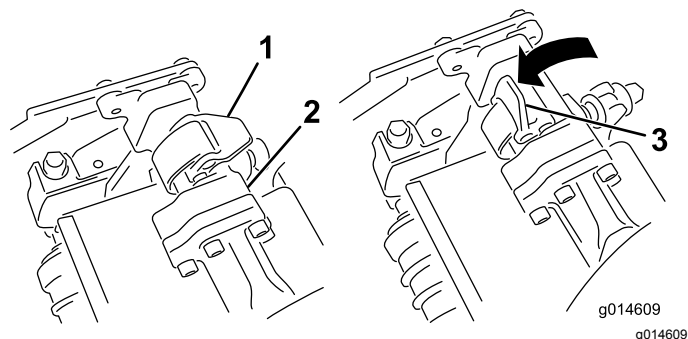
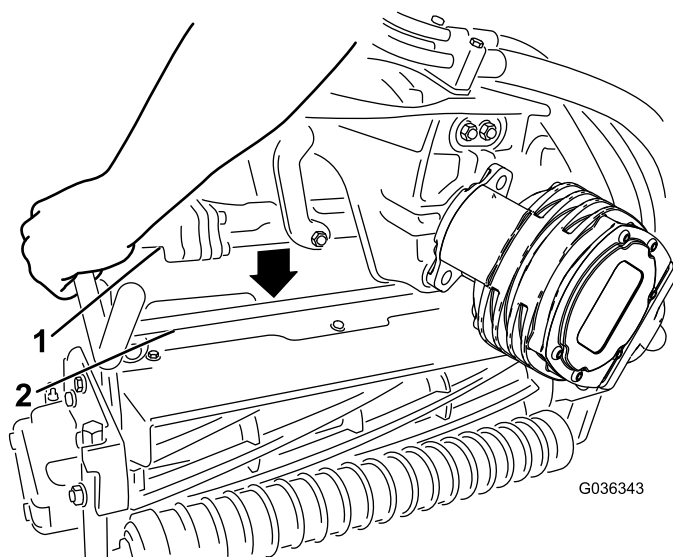

Figura 48
Figura 49
4. Com os fechos na barra do braço de suspensão a apontar para cima (i.e. abertos) (Figura 48), empurre o braço de suspensão para baixo de forma a que a barra passe pela barra através da parte superior da unidade de corte (Figura 49).
5. Feche os fechos para baixo e em redor da barra da unidade de corte e bloqueie-os no sítio (Figura 48).
5. Abra os fechos na barra do braço de suspensão da unidade de corte que está a remover (Figura 48).